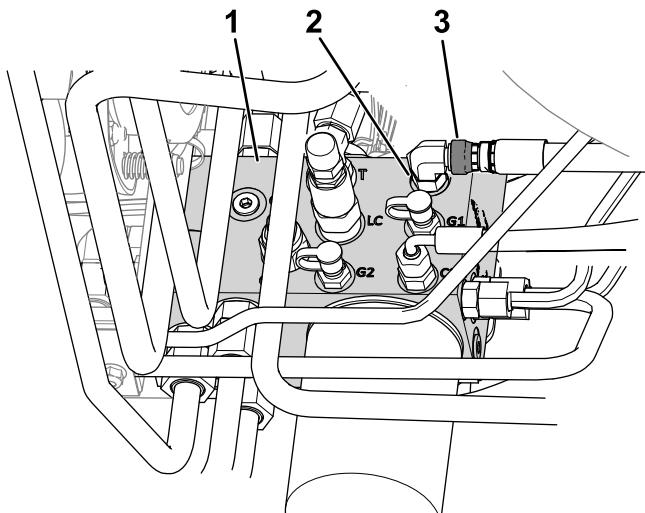

図 8
- B. 油圧マニホールドのポートC1に接続されているホースのスイベルナットをゆるめる図8。
E. ホースのスイベルナットポートC1図8を41 N·m4.2 kg.m = 30 ft-lbにトルク締めする。